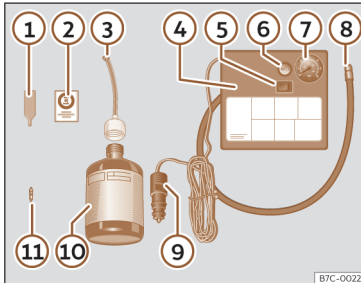

Fig. 38 Reprezentare standard: conținutul kitului de reparație pneuri în caz de pană.
Kitul de reparație pneuri în caz de pană este amplasat sub podeaua portbagajului. Acesta include următoarele componente >>> **fig. 38** :
- Deșurubați capacul ventilului pneului și inserția. Utilizați scula >>> **fig. 38 1** pentru a demonta inserția. Așezați-o pe o suprafață curată.
- Scuturați bine recipientul cu etanșant pentru pneuri >>> **fig. 38 10**.
- Înșurubați tubul de umflare >>> **fig. 38 3** pe recipientul cu etanșant. Sigiliul recipientului se va rupe automat.
- Demontați capacul de pe tubul de umplere >>> **fig. 38 3** și înșurubați capătul deschis al tubului pe ventil.
- Așezați inserția la loc pe ventilul pneului folosind scula >>> **fig. 38 1**.
- Înșurubați tubul de umflare a pneurilor >>> **fig. 38 8** pe ventilul pneului.
- Verificați dacă șurubul de evacuare a aerului este închis >>> **fig. 38 6**.
- Introduceți conectorul >>> **fig. 38 9** în priza de alimentare de 12 V a automobilului >>> pagina 159.
- Porniți compresorul de aer de la comutatorul de pornire/oprire >>> **fig. 38 5**.
- Lipiți autocolantul»» fig. 38 ② pe instrumentele de bord, în câmpul vizual al șoferului.
Înșurubați din nou tubul de umflare»» fig. 38 ⑤ și verificați presiunea pe manometrul ⑥.